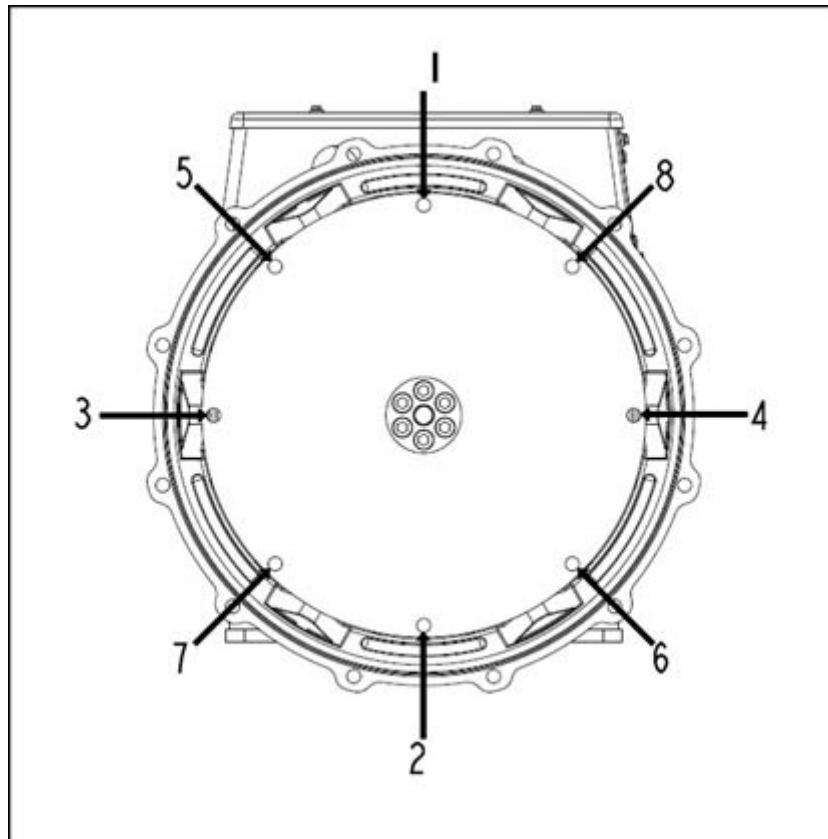

図 23. フライホイールへの固定手順
10. 表示の順番で、ボルトを締め付けて、カップリング ディスクをフライホイールに固定します。 図 23 ページ 40。